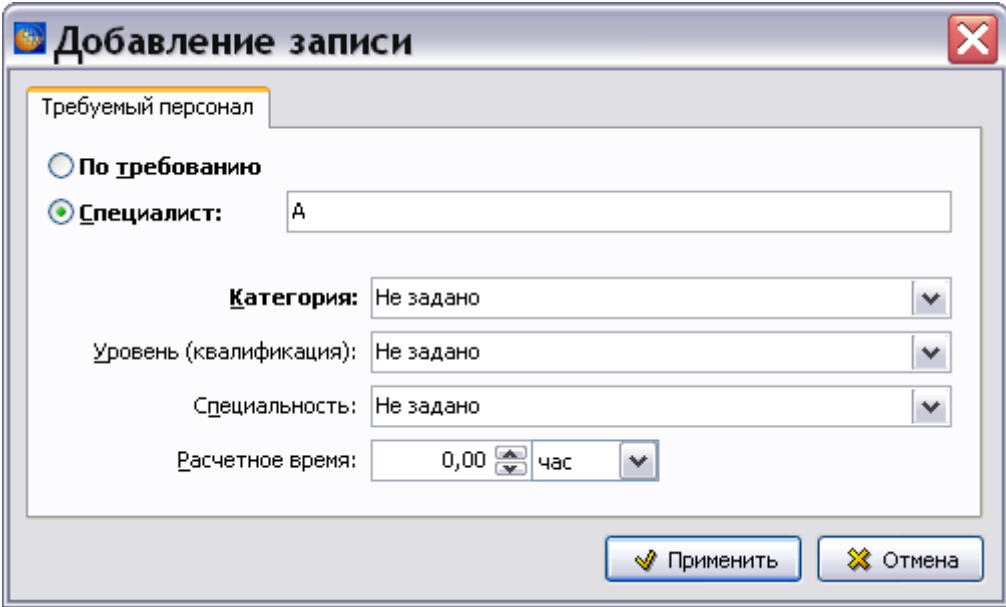

Рис. 7.36
2. Нажмите на кнопку **Добавить** . При этом появится окно **Добавление записи** (Рис. 7.36).